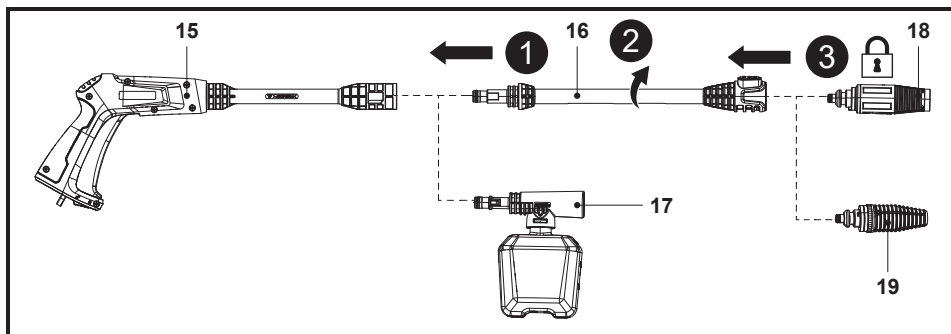

Fig. 2
1. Alinhe e insira a lança de extensão (16) ou o bocal (17) do recipiente de detergente no encaixe da pistola de pulverização (15) (Fig. 2, passo 1).
2. Empurre e rode a lança de extensão (16) ou o bocal (17) do recipiente de detergente no sentido horário contra a pistola de pulverização (15) até que fiquem bem apertados para os fixar no devido lugar (Fig. 2, passo 2).
3. Alinhe as duas patilhas do bocal com as ranhuras da lança de extensão (16) e, em seguida, introduza o bocal turbo (18) ou o bocal variável (19) até à extremidade (Fig. 2, passo 3).